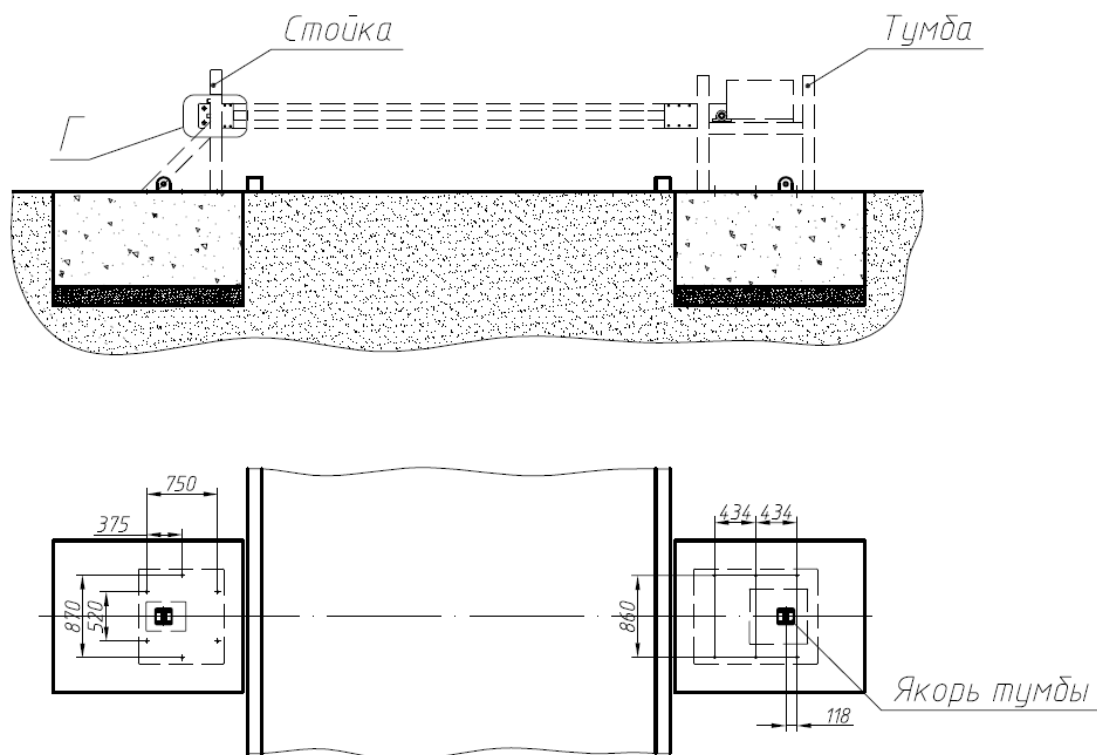

Рисунок 3.1
1.1.6 Установить шлагбаум на фундамент таким образом, чтобы якорь тумбы находился строго на оси симметрии тумбы (рис. 3.1).